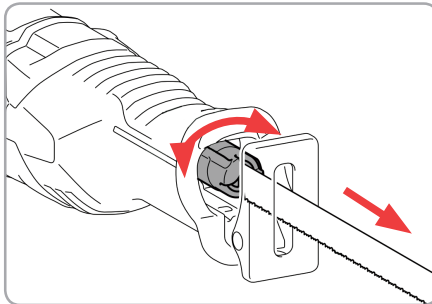

Fig.5
- Pentru a scoate pânza fierăstrăului - rotiți încuetoarea pânzei fierăstrăului în lateral și scoateți lama (Fig.5).